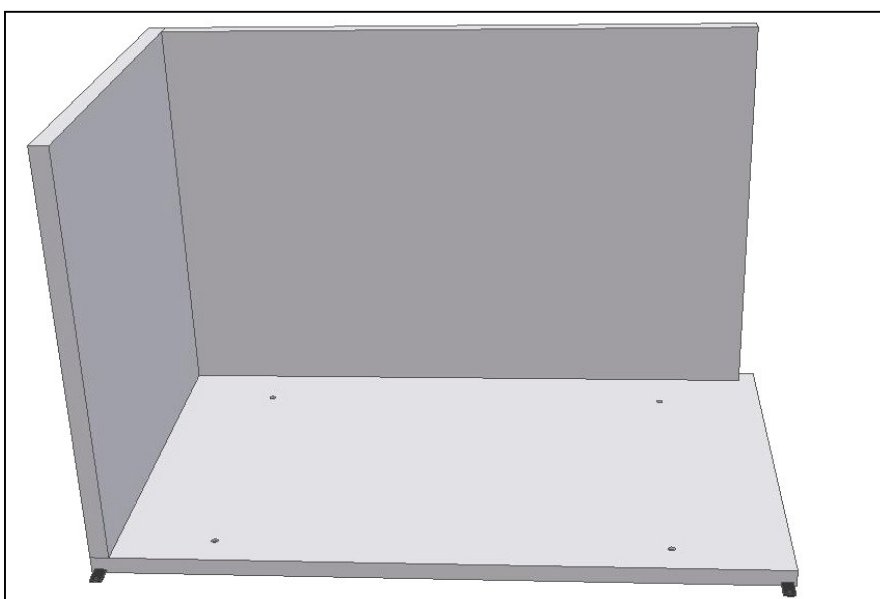

Fig. 4
- Fixer **le panneau latéral gauche** au panneau du fond et serrer seulement le fond (Fig.4);